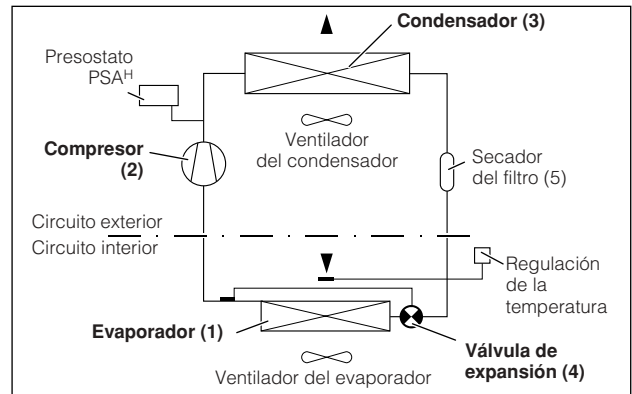

Imagen 2: Circuito de refrigeración
El refrigerador (instalación frigorífica de compresión) consta de cuatro componentes básicos (ver imagen 2): Evaporador (1), compresor del medio refrigerante (2), condensador (3), así como válvula de regulación o de expansión (4), unidos entre sí por medio de tuberías. Este circuito contiene un agente ligeramente hirviente, el fluido frigorífico. El medio refrigerante R134a ( $\text{CH}_2\text{FCF}_3$ ) está exento de cloro. Su capacidad de destrucción del ozono (CZP) es igual a 0 y por lo tanto protege el medio